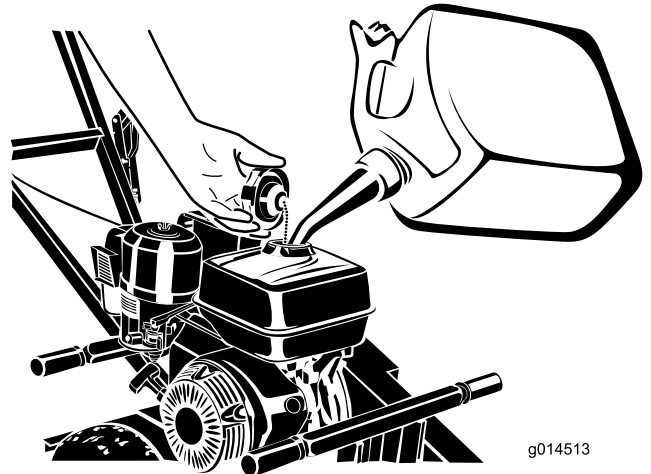

Bild 8
3. Reinigen Sie den Bereich um den Tankdeckel und nehmen Sie den Deckel ab (**Bild 8**).